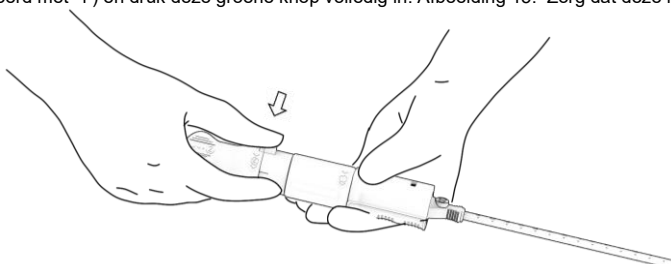

Afbeelding 14. Verwijdering van de voedraad.
- a. Zoek de indicator met markering '3' en verwijder de voerdraad volledig uit de patiënt en het PerQseal® afsluitsysteem. Het verwijderen van de voerdraad kan door een assistent worden uitgevoerd. Afbeelding 14.